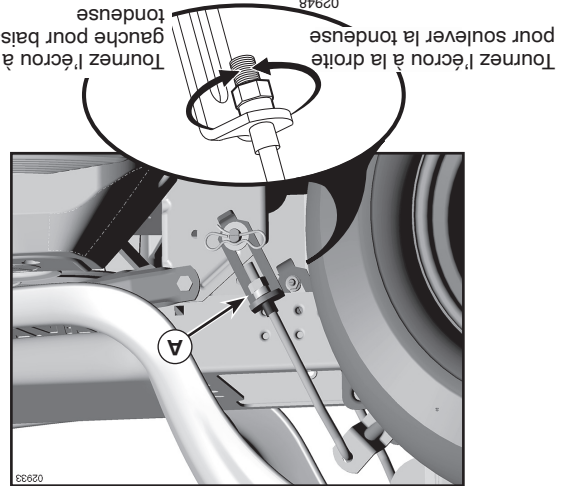

FIG. 29
- AJUSTEMENT LATÉRAL VISUEL (Voir la Fig. 29)
- À l'aide d'une clé ajustable ou de 3/4», tournez l'écrou de réglage de la biellette de levage (A) vers la gauche pour abaisser la tondeuse, ou vers la droite pour la soulever.